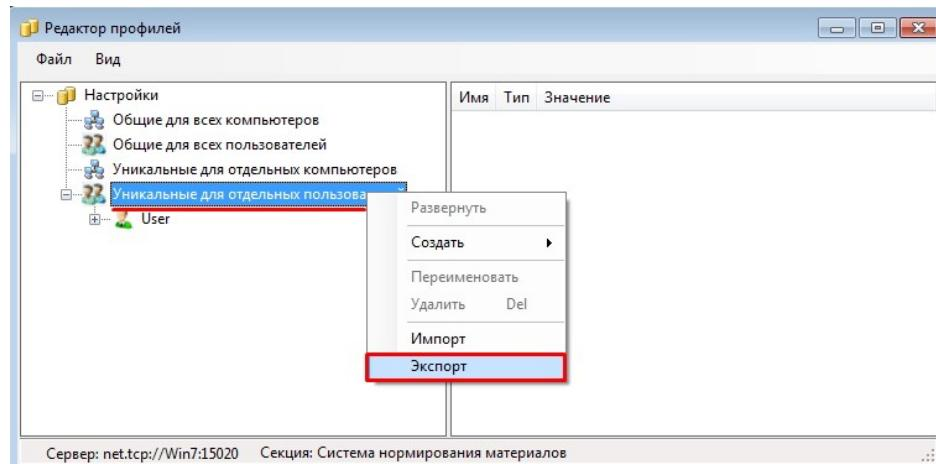

Рис. 4.6
- В секции **Система нормирования материалов** выполните экспорт раздела **Уникальные для отдельных пользователей** (рис. 4.6).